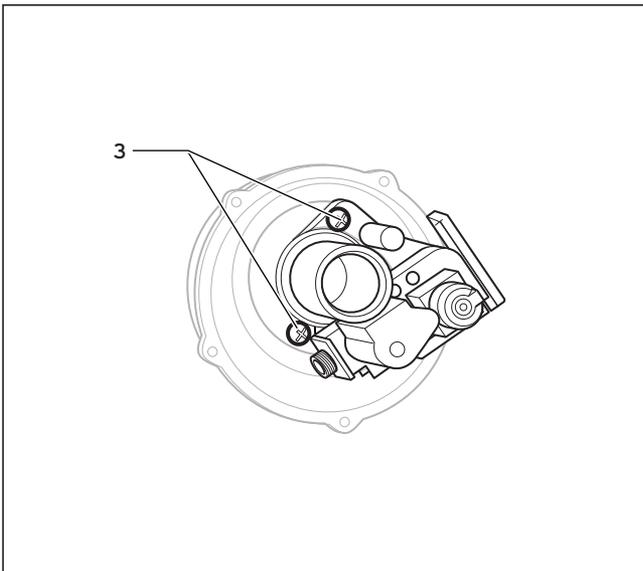

Abb. 8.4 Gasarmatur
- Lösen Sie die 2 Befestigungsschrauben (3) an der Gasarmatur, und nehmen Sie das Gebläse von der Gasarmatur ab (Abb. 8.4/8.5).
- Lösen Sie die 2 Befestigungsschrauben (3) an der Gasarmatur, und nehmen Sie die Gasarmatur vom Gebläse ab (Abb. 8.4).